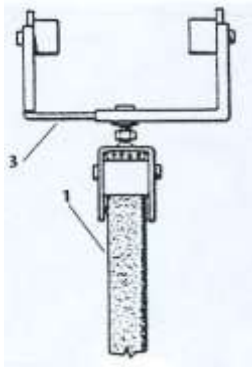

fig. 36
2. Insérer le câble d'alimentation **1** dans les chariots **3**, (fig. 36), de manière à former une série de festons de largeur égale. Serrer le câble avec ses supports.